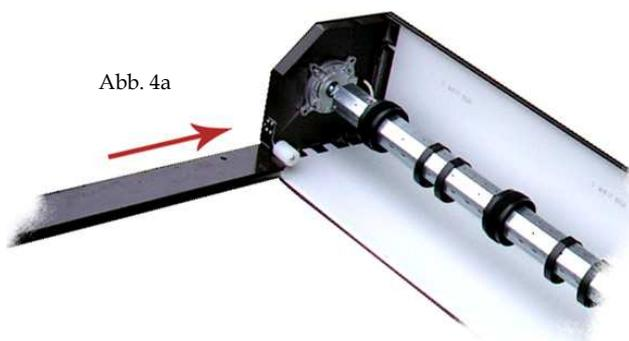
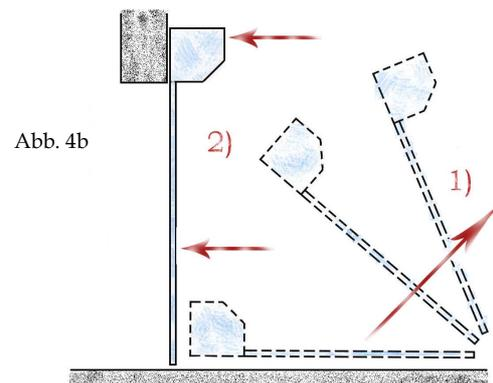

Abb. 4a
Abb. 4b
- An die Stifte des Seitenträgers stecken wir die Führungsschienen (Abb. 4a) und die gesamte Torkonstruktion wird an die Wand angelegt. Während der gesamten Zeit der Handierung mit dieser Konstruktion müssen die Führungsschienen zueinander parallel sein, damit es zu keinem Deformationsdruck an den Stiften kommt (Abb. 4b)